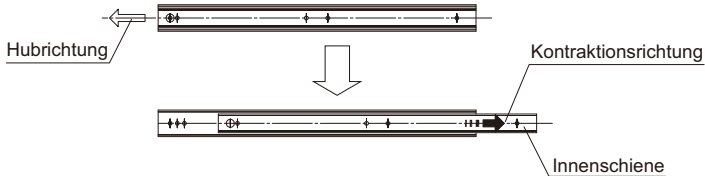

Abb. 5
* Bei den folgenden Typen wird die Innenschiene montiert, indem man sie in dieselbe Richtung wie beim Einfahren schiebt (siehe Abb. 5). Dabei Innen- und Außenschiene nicht voneinander trennen. Einmal herausgezogen, ist die Innenschiene nur sehr schwer wieder einzufädeln.